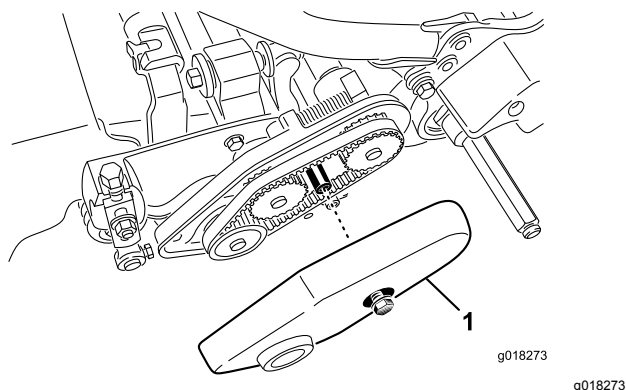

Figura 47
2. Solte o parafuso flangeado que fixa a cobertura da correia e retire a cobertura da correia para expor a correia (**Figura 47**).